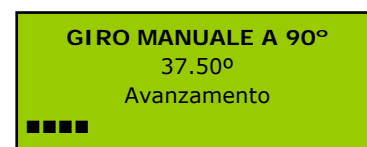

Figura 28.
- **Modo di giro manuale introducendo preventivamente un angolo con tastiera.** Per accedere a questo modo, digitare l'angolo richiesto e schiacciare il pedale. Appena schiacciamo il pedale, la macchina comincia a girare in direzione d'avanzamento e nello schermo si visualizza l'informazione indicata nella Figura 28.